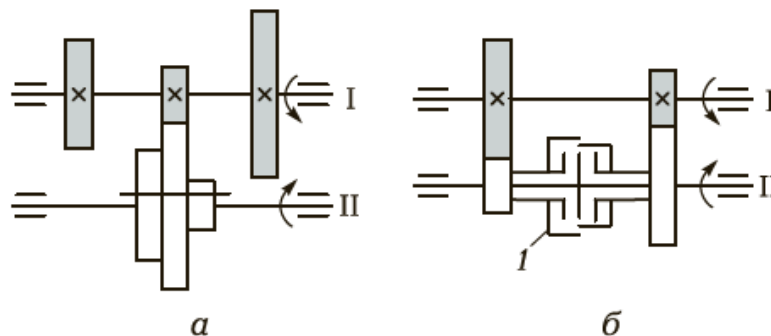

Рис. 2.15. Схемы двухваловых передач коробок скоростей с передвигаемым блоком зубчатых колес (а) и с муфтой (б):
- Передача с передвигаемым блоком зубчатых колес (рис.2.15, а) проста по конструкции, но не позволяет осуществлять переключение на ходу.
- Передача с муфтой (рис.2.15, б) дает возможность автоматизировать переключение скоростей, не останавливая вращения ведущего вала.